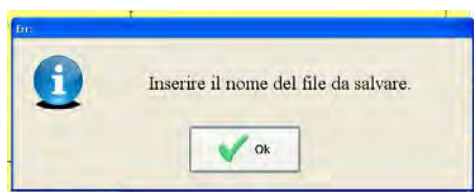

fig. S10
- Cliquer avec le bouton gauche de la souris sur la commande "Imprimer" et la fenêtre "Entrer données à sauvegarder" s'affiche, confirmer avec OK (fig. S10)